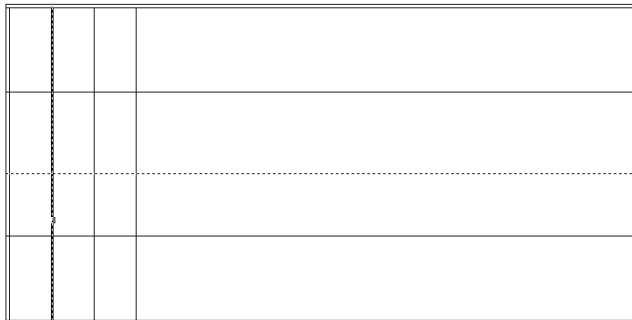

Рис. 4.12 ▼ Выбор линии, подлежащей обрезке (секущее ребро показано пунктиром)
1. Запустите инструмент **Обрезать** (Trim), щелкнув на кнопке **Обрезать** (Trim) панели инструментов **Изменить** (Modify) или введя в командном окне команду **Обрезать** (Trim) или просто **обр** (TR).
2. В ответ на предложение выбрать секущее ребро выберите линию, которая находится выше нижней горизонтальной линии габаритов рабочей зоны на 696 мм ( $400 + 296$  мм), а затем нажмите **Enter** для завершения выбора (на рис. 4.12 эта линия показана пунктиром).
3. AutoCAD предложит выбрать линию, подлежащую обрезке. Щелкните на вертикальной линии, которая была создана на предыдущем этапе первой, *ниже* секущего ребра, как показано на рис. 4.12, а затем нажмите **Enter** для завершения работы команды **Обрезать** (Trim).